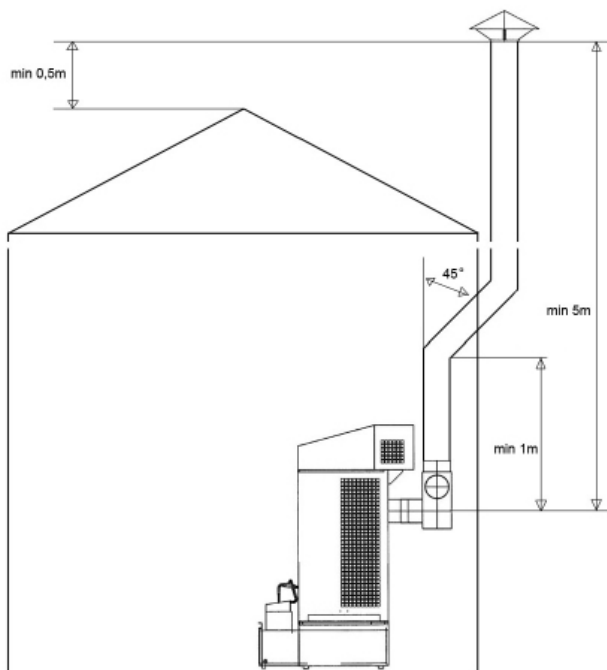

Fig. 2
- Fig. 2 Инсталиране на комина